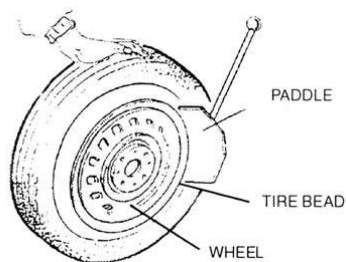

рис.5
- 1) **ВНИМАНИЕ:** Перед выполнением данного этапа полностью спустите воздух из шины, вывернув золотник, и уберите с колеса балансировочные грузы. 2) Полностью сведите кулачки на монтажном столе. 3) Отведите лопату отжима крышки наружу вручную. Установите колесо напротив резинового буфера. Подведите лопату к крышке на расстоянии 10 мм от края обода (см. рис. 5). 4) Нажмите педаль отжима до упора, для приведения в действие лопатки. Отпустите педаль, когда лопата переместится до конца по своему ходу или когда крышка сместится во внутреннее углубление обода. 5) Немного поверните шину и повторите процедуру по всей окружности обода, пока крышка не отойдет полностью от обода. 6) Повторите